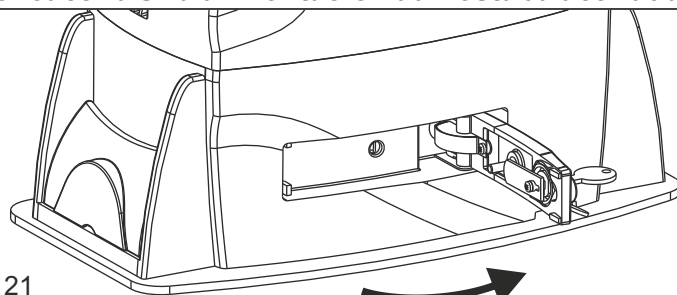

Fig. 21
- Tirar la palanca de desbloqueo hasta el golpe, 90° alrededor (Fig. 21)